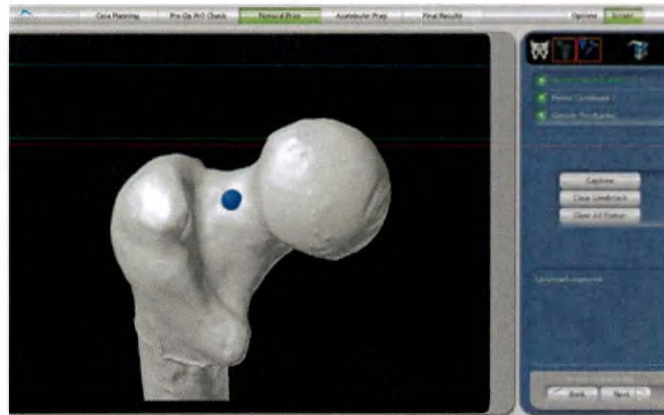

Рисунок 11. Страница бедренных ориентиров
1. **Patient Landmarks (Ориентиры пациента):** Соберите с помощью зонда все ориентиры бедренной кости, идентифицированные в программном обеспечении, в пределах 5 мм (Рисунок 11). Установка ориентиров отличается в зависимости от хирургического подхода. Эти ориентиры идентифицируются перед операцией на странице Femoral CT Landmarks (КТ-ориентиры бедренной кости) и необходимы для правильной ориентации бедренной кости.